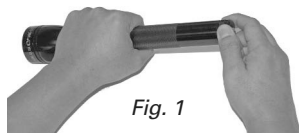

Fig. 1
Schroef de einddop los (fig. 1) en plaats de batterijset (fig. 2) in de batterijruimte. Het positieve (+) uiteinde—het uiteinde met een uitsteeksel—gaat eerst in de batterijruimte. Schroef de tail cap weer vast en controleer of hij goed vastzit.
1. Maak de rok (A) los door het handvat (B) vast te houden met uw rechterhand en de kop met de linkerhand, waarbij u de rechterduim en -wijsvinger op het onderste gedeelte van de rok (A) houdt. Zie fig. 1:
2. Met behulp van uw duim en wijsvinger duwt u de rok (A) naar voor zodat de ruimte tussen de rok en de kap (F) verdwijnt. Blijf druk uitoefenen met uw rechterhand en gebruik de linkerhand om de kartelring (E) met uw linkerduim en -wijsvinger naar links of rechts te draaien. Zodra de kartelring (E) ongeveer 1/16 slag gedraaid is, laat u de rok (A) los en blijft u de kartelring draaien (E). De kartelring (E) springt terug, waardoor de rok (A) vrijgegeven wordt en u deze over het handvat (B) kunt schuiven. Hierdoor wordt de uitlijning (C) zichtbaar.